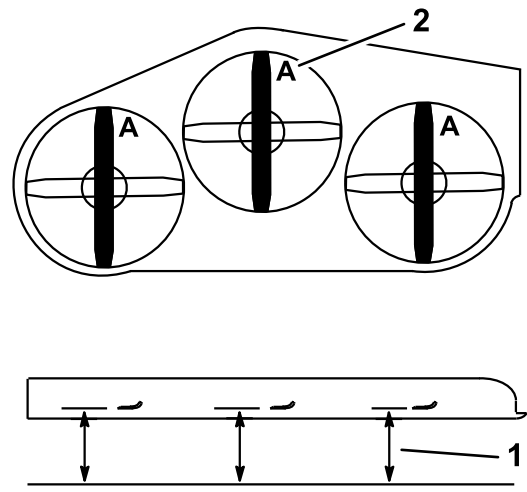

Figura 97
4. Mida en la posición **A** y desde una superficie nivelada hasta el filo de corte de los extremos de la cuchilla (Figura 97).